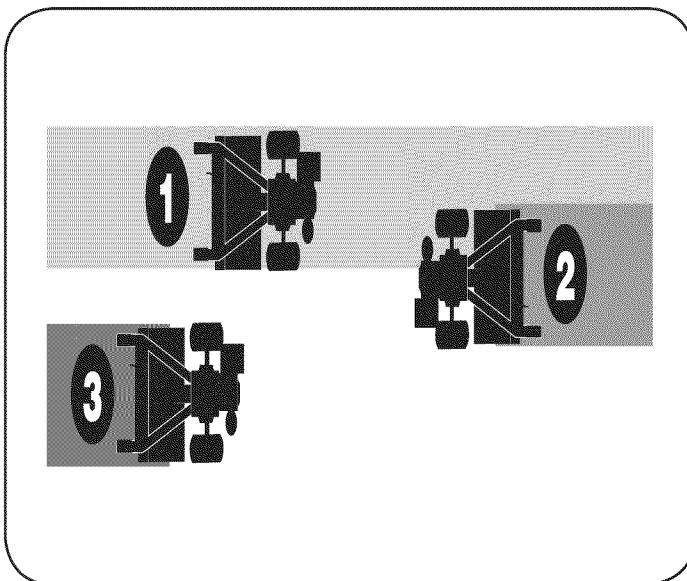

Figura 18
- Si las dimensiones del jardín no permiten la labranza en sentido longitudinal y luego en sentido transversal, traslape las primeras pasadas por la mitad del ancho de la cultivadora, continuando con sucesivas pasadas a un cuarto del ancho. Vea la Figura 18.